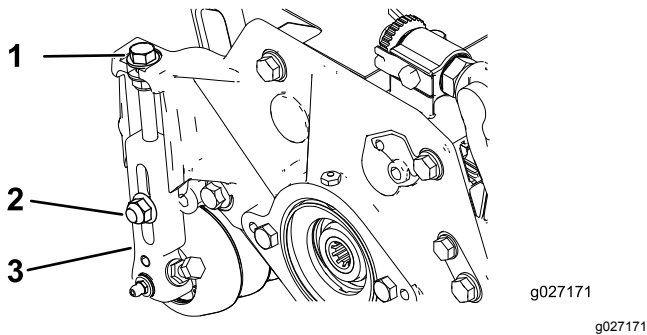

Figura 15
- Allentate i dadi di bloccaggio che fissano i bracci dell'altezza di taglio sulle piastre laterali dell'apparato di taglio (Figura 15).